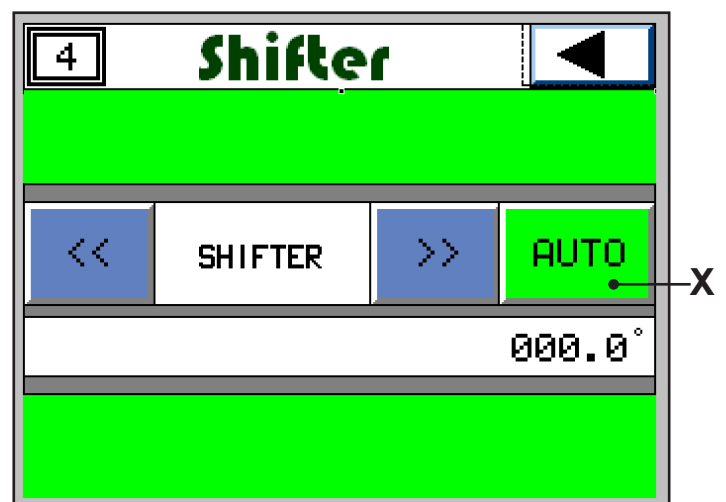

Fig. 12
- 19) Tornare alla pagina "WORK" premendo il tasto (V) ed accedere al menù gestione del traslatore (Fig. 12) premendo il tasto (Z - Fig. 10).
- 20) Premere il tasto (X - Fig. 12) per portare il traslatore in modalità AUTO. A questo punto si può iniziare con il lavoro.
- 19) Go back to page "WORK" pressing the button (V) and accede to the shifter control menu (Fig. 12) by pressing the button (Z - Fig. 10).
- 20) Press the button (X - Fig. 12) to change the shifter to mode AUTO. At this stage it is possible to start the work.
- 19) Retourner à la page WORK (bouton V) et pousser le bouton (Z - Fig. 10) pour accéder au menu régulation dispositif de translation (SHIFTER) (Fig. 12).
- 20) Pousser le bouton (X - Fig.12) pour activer la modalité AUTO du dispositif de translation. Maintenant le travail peut commencer.
- 19) Regrese a la página "WORK" pulsando la tecla (V) y acceda al menú de gestión del desplazador (Fig. 12) pulsando la tecla (Z - Fig. 10).
- 20) Pulse la tecla (X - Fig. 12) para poner el desplazador en modalidad AUTO. A partir de ahora, se puede iniciar el trabajo.